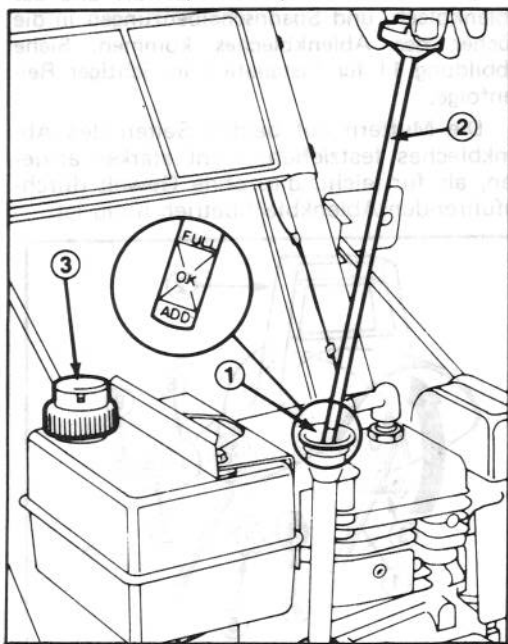

Abbildung 12
3. Den Ölmeßstab aus dem Kurbelgehäuse herausnehmen (Abb. 12).
4. Langsam 0,62 Liter SAE 5W30 oder SAE 10 Öl in die Einfüllöffnung gießen (Abb. 12). Für den Motor ist ausschließlich hochwertiges HD-Öl der API Klasse SC, SD, oder SE zu benutzen.
1. Um den tankdeckel herum reinigen. Den Deckel abnehmen und den Tank bis ca. 13 mm von der Oberkante mit Benzin füllen. Den Tank wieder verschließen (Abb. 12).